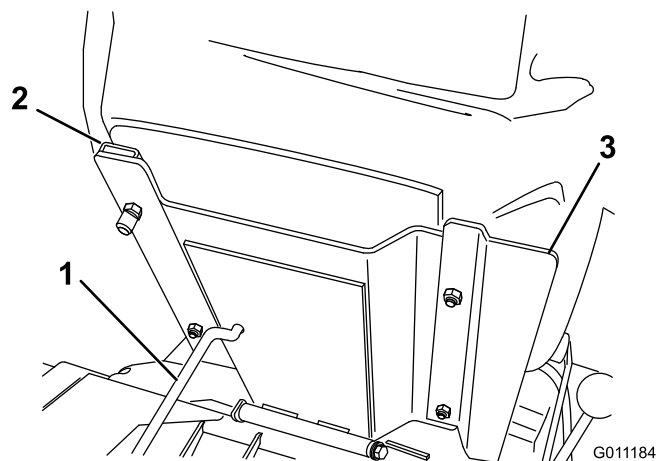

Figura 5
3. Fixe o banco, o painel do banco e os adaptadores ao suporte do banco com as porcas &Nut5_16 (Figura 5) fornecidas nas peças soltas. Monte o painel do banco do lado direito, posicionado conforme indicado em Figura 5.